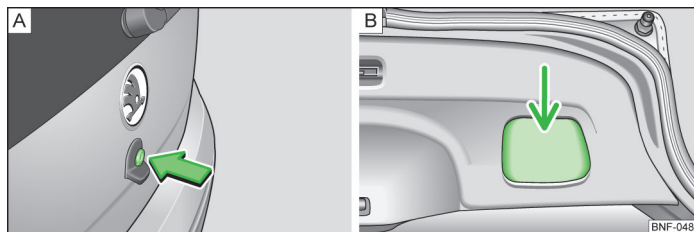

Fig. 17 Capota portbagajului
- Deschideți capota portbagajului prin apăsarea tastei » fig. 17 - **A**.
- Prindeți locașul de prindere » fig. 17 - **B** și trageți în jos capota portbagajului.